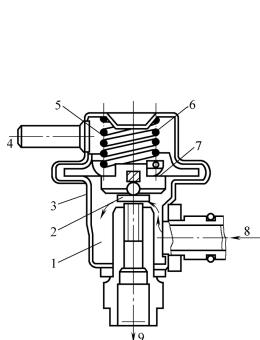

图 1-161 燃油压力调节器
(2) **结构** 燃油压力调节器通常安装在燃油总管上,其结构如图 1-161 所示,金属外壳的内部被膜片分割为弹簧室和燃油室。其中,弹簧室内装有一个带预紧力的螺旋弹簧作用在膜片上,并通过一根软管与发动机进气歧管相通,而燃油室直接与燃油总管相通。因此,膜片下方燃油室一侧承受燃油总管油压,即系统油压,而另一侧则受进气歧管负压与弹簧压力的合力作用。